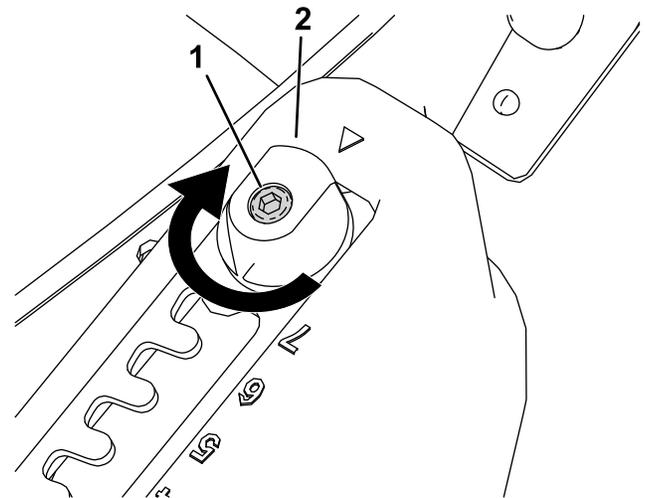
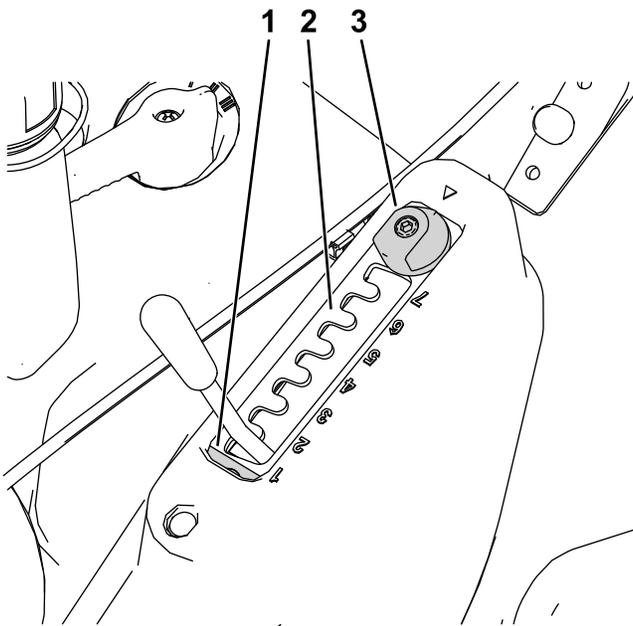

Figura 13
Figura 14
1. Desaperte o parafuso de retenção da placa do seletor com uma chave Allen (Figura 13).
2. Rode o ajustador do ajuste de corte 180° (Figura 13 e Figura 14).